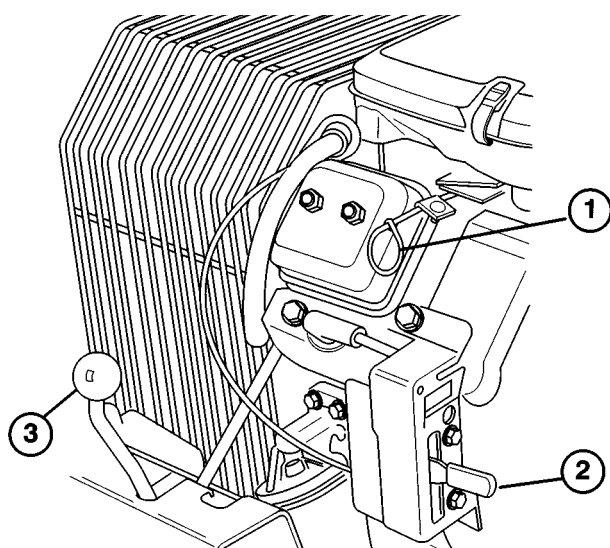

Fig. 5
Tenningsbryter (fig. 5)—Tenningsbryteren brukes til å starte og stoppe motoren, og har tre stillinger: OFF (AV), ON (PÅ) og START. Drei den med urviserne til START-stilling for å koble startermotoren inn. Slipp den straks motoren tenner—den går automatisk tilbake til ON. Drei den mot urviserne til OFF for å slå motoren av.
Choke (fig. 5)—For å starte en kald motor må forgasseren stenges ved at chokekontrollen trekkes ut til ON. Etter at motoren starter reguleres chokens stilling slik at motoren går jevnt. Åpne choken så snart som mulig ved å skyve den inn til stilling OFF (AV). En varm motor krever bare litt eller ingen choke.
Gass (fig. 5)—Gassen regulerer motorens turtall. Hvis gassen føres opp øker turtallet—FAST (HURTIG), hvis den føres ned faller turtallet—SLOW (LANGSOMT). Gassen regulerer kjernehodets hastighet og, sammen med clutchen, maskinens kjørehastighet.
Gearskiftspak (fig. 5)—Gearkassen har to hastigheter fremover, nøytral, og én bakover, med et rekkeskiftmønster. Skift aldri gear så lenge maskinen beveger seg—gearkassen kan bli skadet.